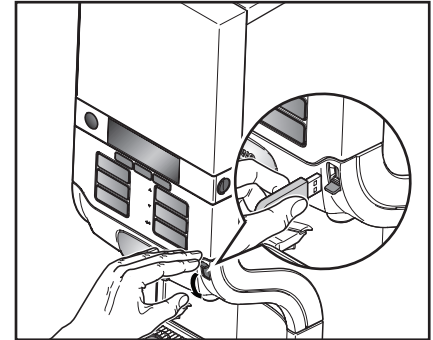

Fig. 23
- Introduisez la clé USB de déverrouillage dans le port USB du distributeur afin qu'il puisse distribuer des boissons temporairement (fig. 23).